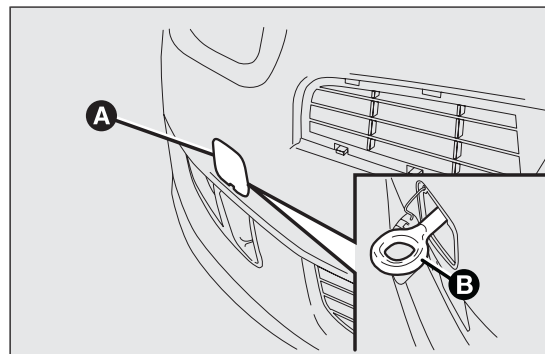
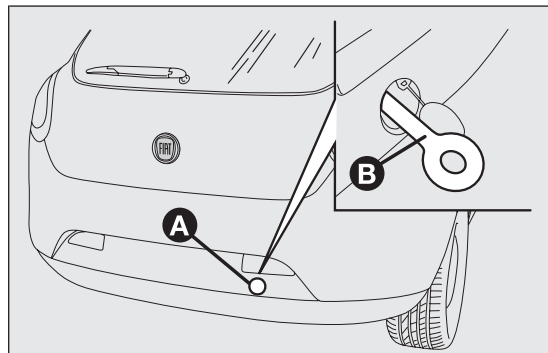

fig. 196
fig. 197
- ☐ sganciare il tappo agendo sulla linguetta A fig. 196–fig. 197;